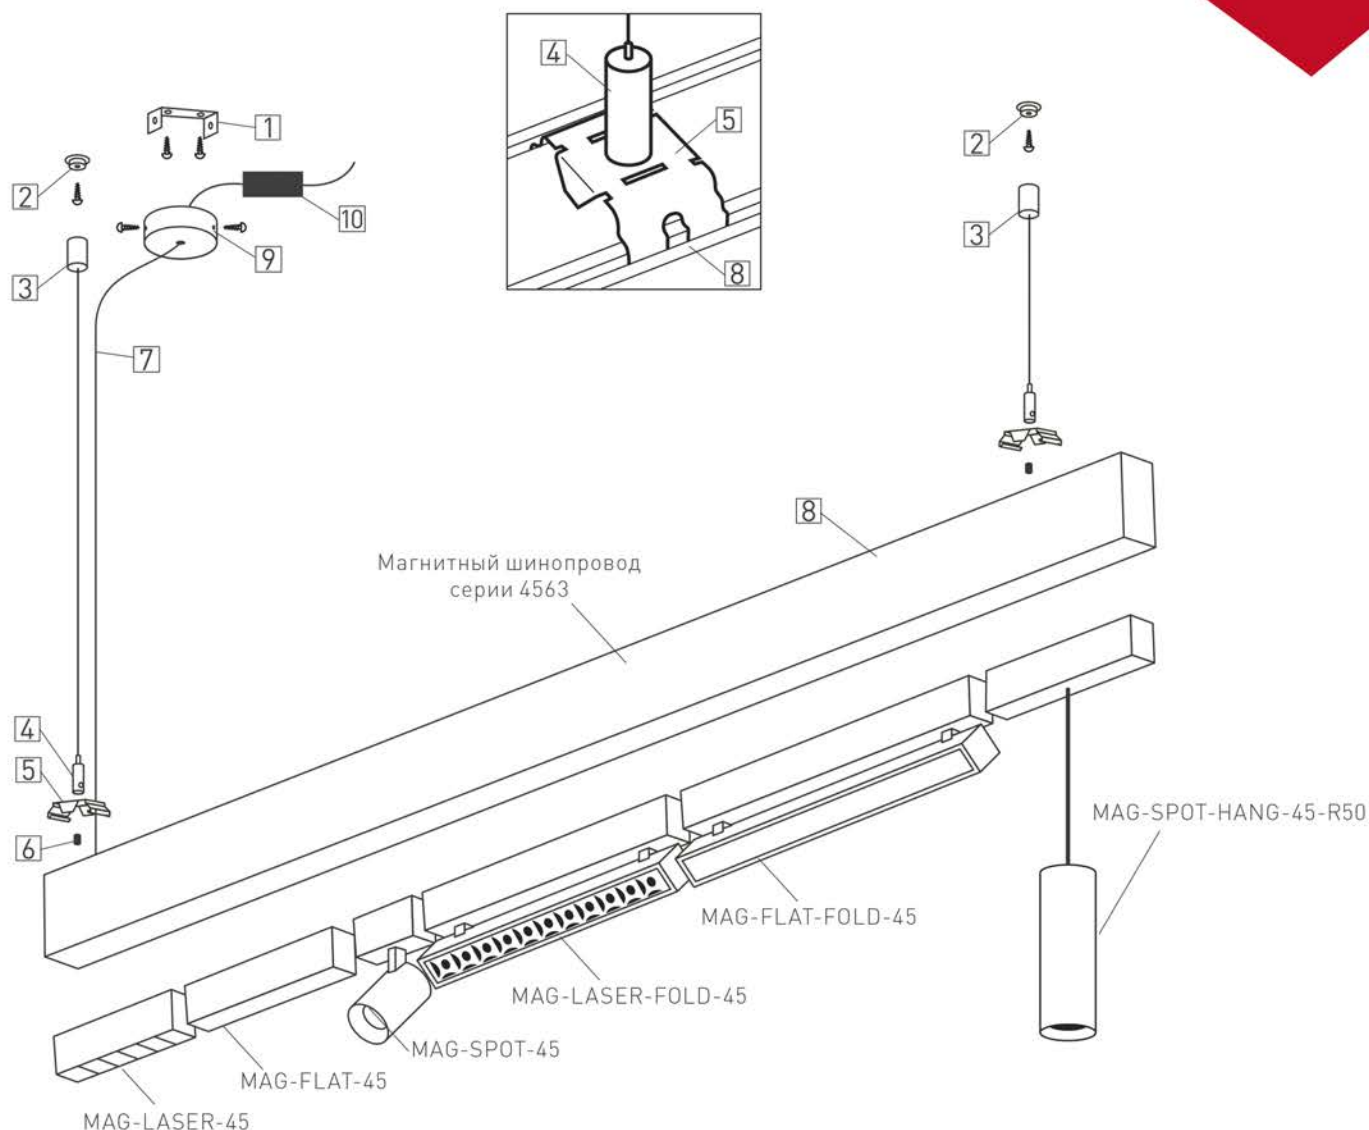

Рис. 3. Установка шинпровода на подвес
- 3.6. Закрепите на монтажной поверхности резьбовые втулки [2] из комплекта «Подвес MAG-HANG-45» и наверните на них ответные части с продетым в них тросом [3] (здесь и далее см. рисунок 3).